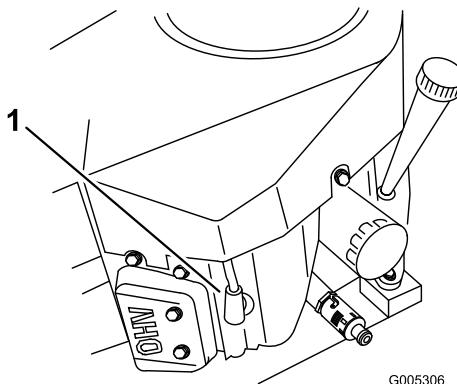

Bild 35
3. Klemmen Sie das Zündkabel von der Zündkerzen ab (Bild 35).
3. Schließen Sie den Zündkerzenstecker an die Zündkerzen an (Bild 35).